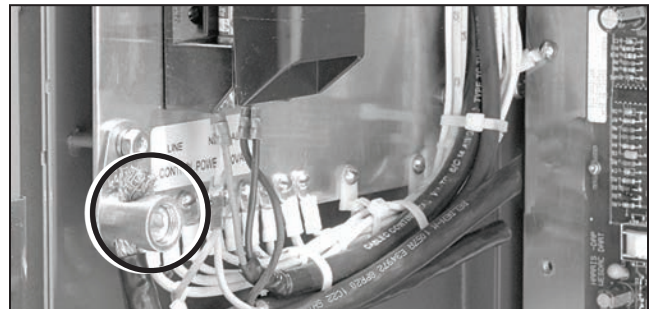

Figura 123. La zapata de cobre y bloque de fusible.
- (g) Conecte el cable grueso blindado a la zapata de cobre que está en la placa de tierra del gabinete para baja tensión. Ver Figura 123.
PASO 5. Conecte la línea y el neutro al bloque de fusibles. Vea la etiqueta que está abajo del mismo. Ver Figura 123.